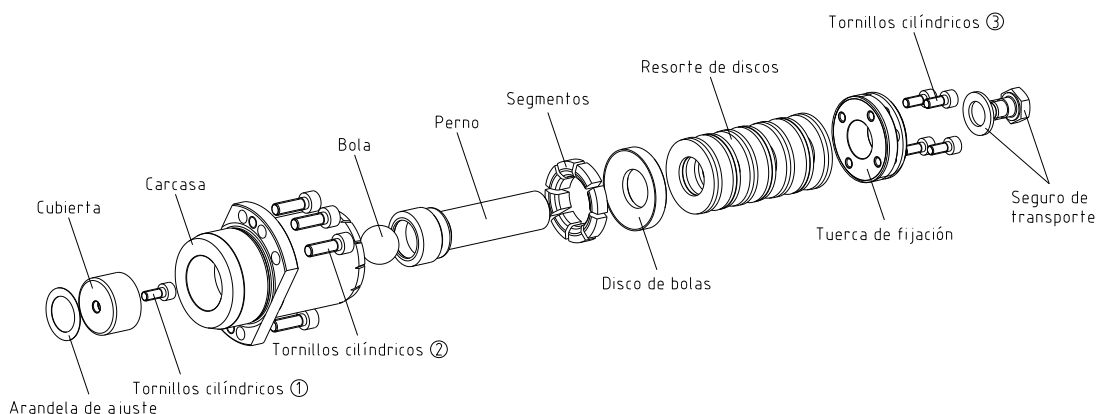

Figura 8: Componentes de los elementos de giro libre
- Apriete los tornillos cilíndricos ② (ver figura 8) según los pares de apriete T_{A2} especificados en la tabla 7.
- Quite el seguro de transporte (ver figura 8).
- Afloje los tornillos cilíndricos ③ de la tuerca de fijación (ver figura 8).
- Después apriete los tornillos cilíndricos ③ de la tuerca de fijación según los pares de apriete T_{A3} especificados en la tabla 7 (ver figura 8).